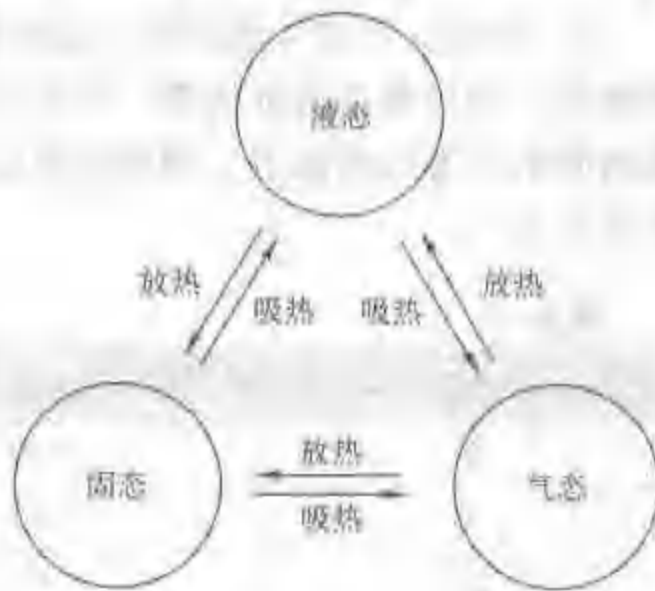

图 1-1 物质状态的变化
(1) 物质的组成。物质是由分子组成的，在物质的三种形态变化中，物质的本质并没有发生变化。物质的气态、液态和固态的主要区别在于物质分子间的距离和作用力的大小不同，这些仅是程度上的差别，本质上是相同的。气态物质分子间的距离较大。分子间的相互作用力较小，导致气态物质不能单独保持自己的形态和体积，总是充满在容纳它的物体之中，液态物质分子间的距离较小，作用力较大，液态物质只能单独保持其体积而不能保持其形状。固态物质分子间的距离小，作用力大，固态物质能保持自己的形状和体积。
(2) 物质的变化与能量。当物质发生形态变化时，伴随着热量的变化。如冰融化要加热，水变成汽也要加热，说明它们吸收热量；相反，水结成冰要移去热量，汽变成水也要移去热量，说明它们放出热量。在一般情况下，从固态变成液态，液态变成气态，固态直接变成气态的过程是从分子排列密、相互作用力大的状态，变为分子排列疏、作用力小的状态。这一过程要从外界吸取热量，而相反的过程则向外界传递热量，如图 1-1 所示。